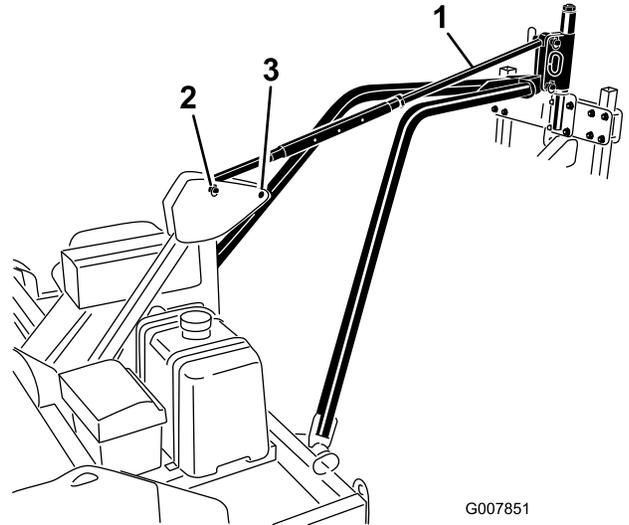

Figura 14
5. Alinee el taladro de la placa de enganche del brazo de tiro con los taladros inferiores del enganche pivotante del aireador (Figura 14). Sujete la placa de enganche del brazo de tiro al enganche pivotante del aireador con un pasador de enganche y un pasador de seguridad.
7. Sujete el mecanismo de regulación de la inclinación a los taladros superiores del enganche pivotante del aireador y el enganche pivotante del bastidor con pasadores de enganche y pasadores de seguridad (Figura 14).